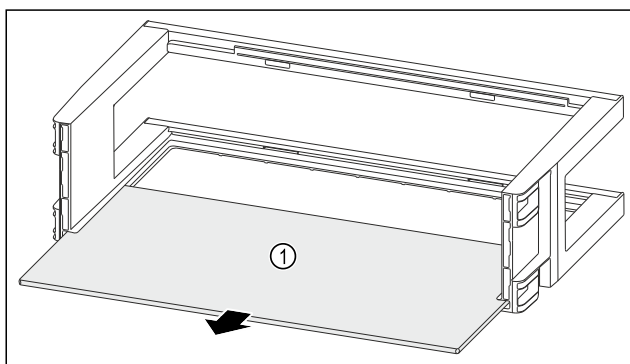

Fig. 139
- Abstellfläche Fig. 139 (1) entnehmen.